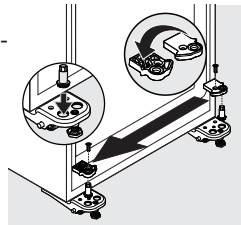

figura 5
- Instale el pasador de la bisagra inferior en el orificio izquierdo de la bisagra inferior izquierda (consulte la figura 5).
- Invierta el tope de la puerta. Vuelva a instalar el tope de la puerta en la parte superior de la bisagra inferior con el tornillo (consulte la Figura 5).